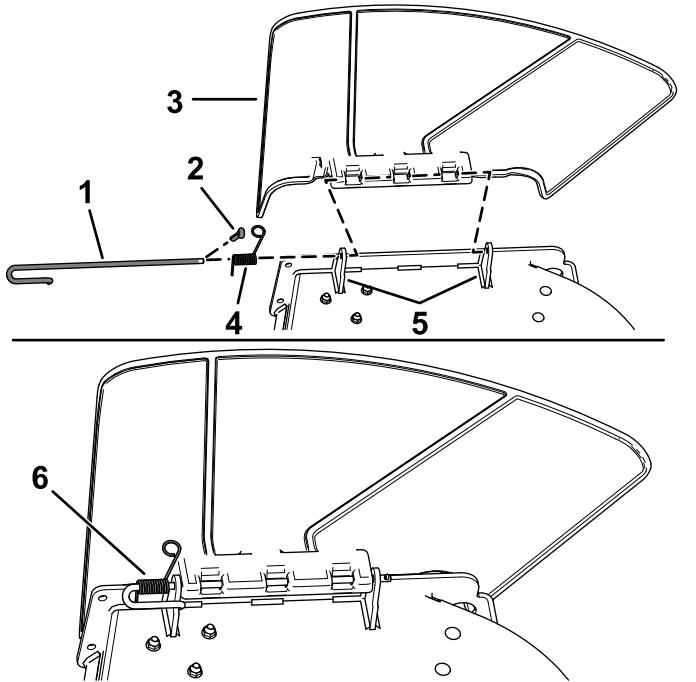

Figure 6
- Désengagez le ressort du cran dans le support de déflecteur, retirez la goupille fendue et (modèles CE uniquement), sortez la tige des supports soudés du plateau, du ressort et du déflecteur d'éjection (Figure 6).
- Déposez le déflecteur (Figure 6).